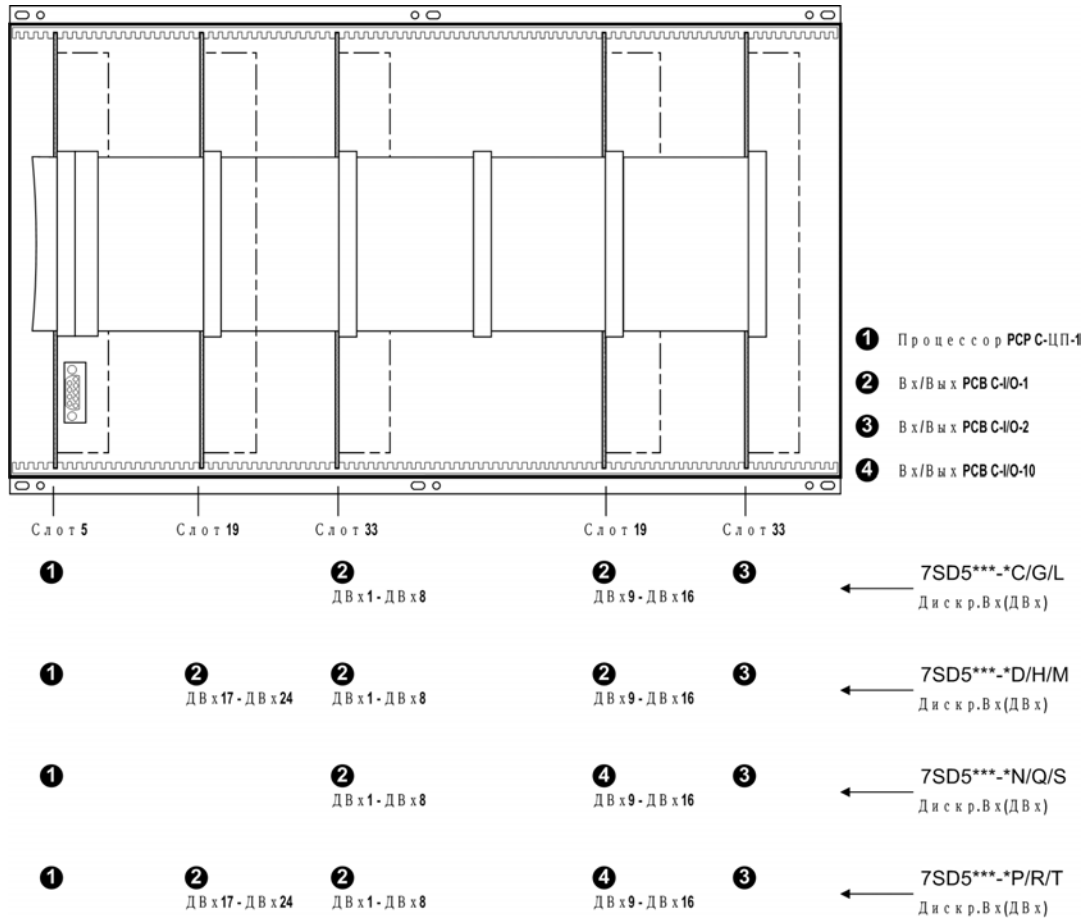

Рисунок 3-4 Вид спереди на устройство с размером корпуса 1/1 после удаления передней панели (упрощено и уменьшено)
- Для версий 7SD5\*\*\*-\***D/H/M** (размер корпуса  $1/1$  с 32 дискретными выходами) это возможно для дискретных выходов BO16 и BO24 (Рисунок 3-4, слот 19 слева и справа);
- Для версий 7SD5\*\*\*-\***C/G/L** (размер корпуса  $1/1$  с 24 дискретными выходами) это возможно для дискретного выхода BO16 (Рисунок 3-4, слот 19 справа);
- Для версий 7SD5\*\*\*-\***P/R/T** (размер корпуса  $1/1$  с 32 дискретными выходами) это возможно для дискретного выхода BO24 (Рисунок 3-4, слот 19 слева).